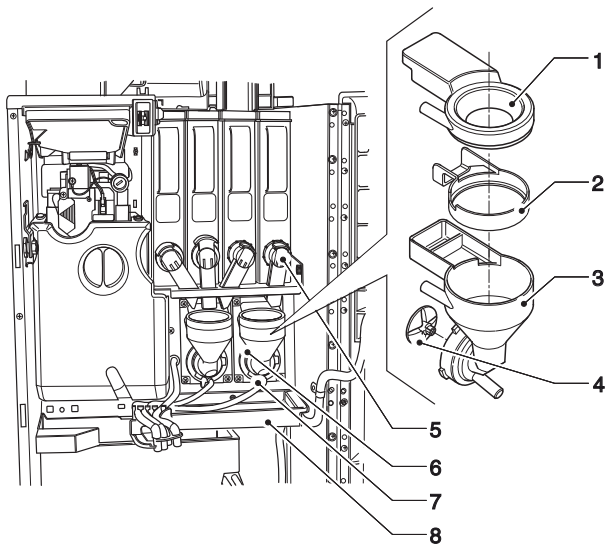

Abb. 8
- Die Pulvertrichter, die Wasserzufuhrleitungen, die Pulverdepottrichter und Mixerflügelrad der Rührwerke herausnehmen (siehe Abb. 8).